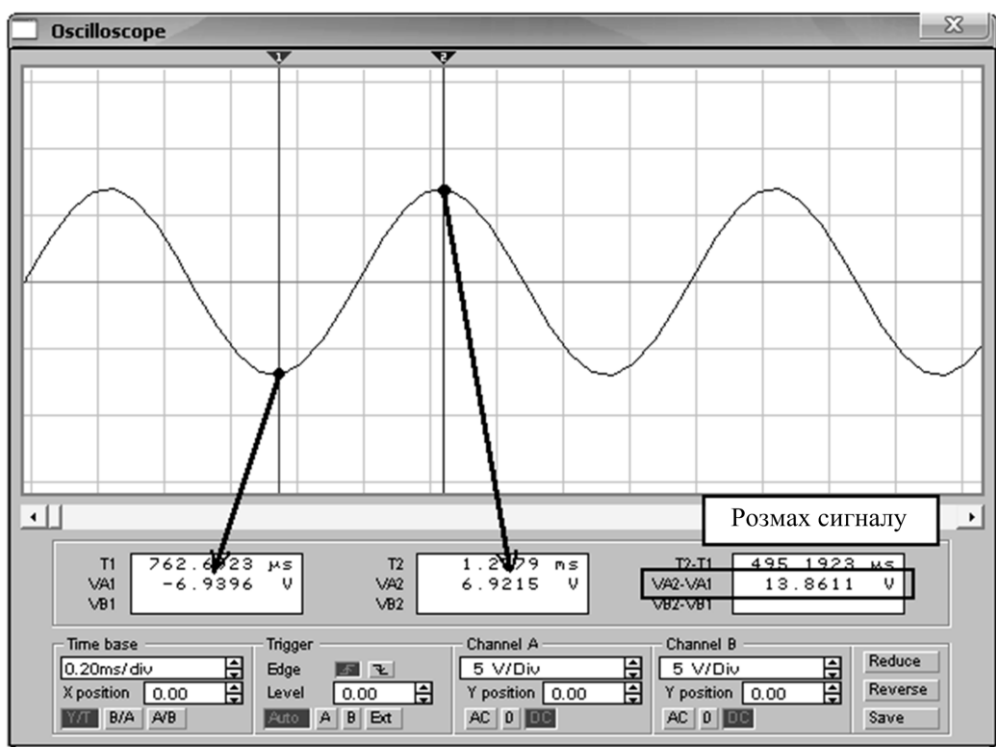

Рисунок 1.6 – Методика вимірювання розмаху сигналу
6.14 Виміряти максимальне значення напруги VA2, використовуючи методику п. 6.13 для синьої візирної лінії 2 (рисунок 1.6). Виміряти розмах $U_p = VA2 - VA1$ і розрахувати амплітуду. Дані занести до звіту.